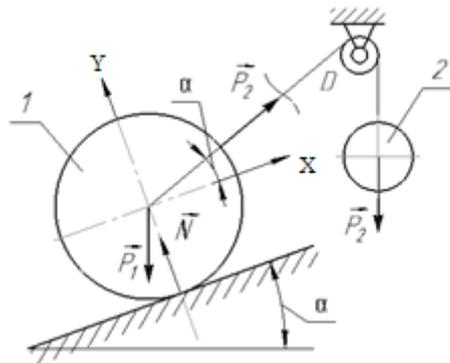

Рисунок 1 – Условие задачи 1
**Задача 1.** Шар 1 весом 16 Н и шар 2 связаны нитью, перекинутой через блок  $D$ , и удерживаются в равновесии. Определить вес шара 2, если угол  $\alpha = 30^\circ$  (рисунок 1).